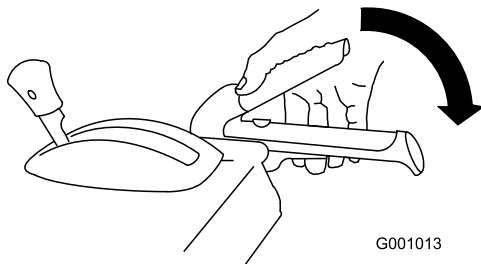

Bild 30
1. Drücken Sie zum Einkuppeln des Schnecken-/Gebläseradantriebs den rechten Hebel (Schnecke/Gebläserad) zum Handgriff (Bild 30).